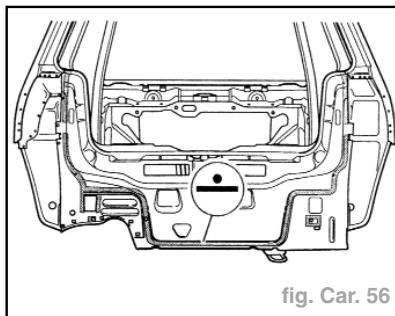

fig. Car. 56
- Souder la jupe à la pointeuse électrique (fig. Car. 56).